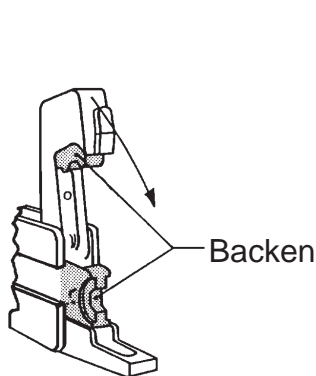

Fig. 1
1. Auf richtige Pressbackenauswahl achten. Klappverschluss öffnen. Positionsschraube für Pressbackentyp TB, bzw. KB in die richtige Position bringen Fig.3, (1 = TB-Backen, 2 = KB-Backen). Pressbacken in den Presskopf einsetzen, Verschlusslasche schließen (Fig.1)